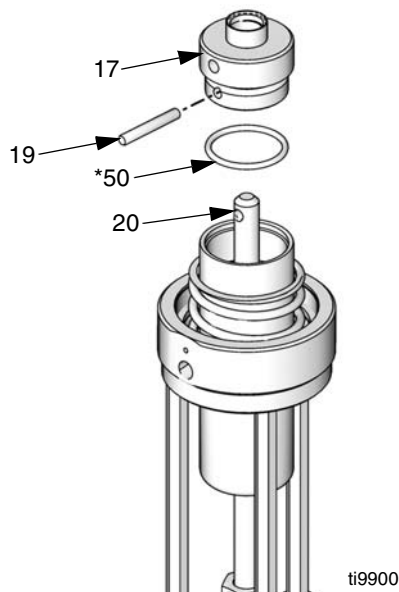

FIG. 15
6. *Moteurs pneumatiques de série B uniquement :* Enlevez la cheville (19) puis retirez la tête de piston (17) de l'arbre de transmission (20). Enlevez le joint torique (50\*) de la tête de piston. Contrôlez l'état de toutes les pièces. Voir la FIG. 15.